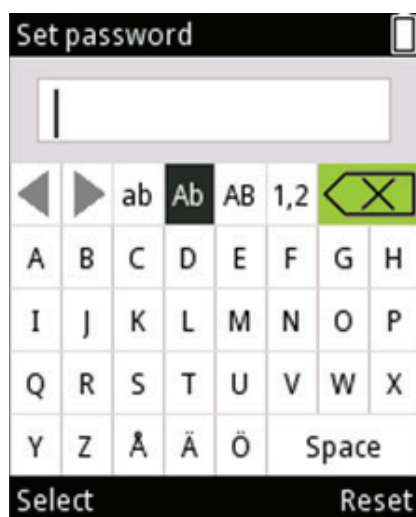

Figura D53.
3. Selezionare il simbolo di backspace  dall'editor testuale **Set password** (Imposta password) e premere  (**Select**) (Seleziona) varie volte finché il campo di inserimento testuale non è vuoto (Figura D53)